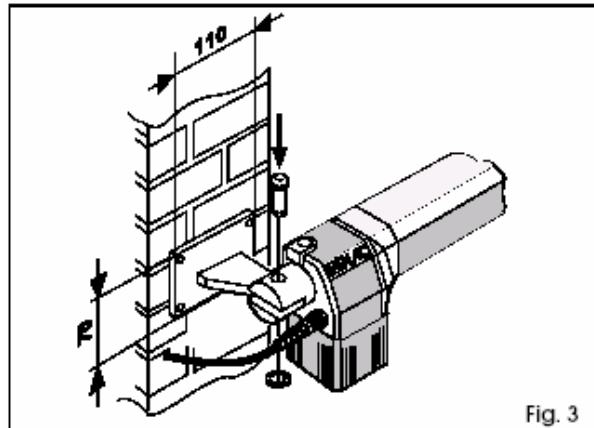

Fig. 3
In het geval van gemetselde pilasters moet er een muurplaat worden ingemetseld (fig. 3). Las de bevestiging vervolgens nauwkeurig op de plaat.
2) Zet de aandrijving met behulp van de bijgeleverde schroeven vast aan de achterste bevestiging (fig. 3).
Let op: de in het bouwpakket geleverde aandrijvingen worden geleverd in de rechter en linker uitvoering. Voor de juiste installatie moet de aandrijving worden geplaatst zoals op fig. 3.